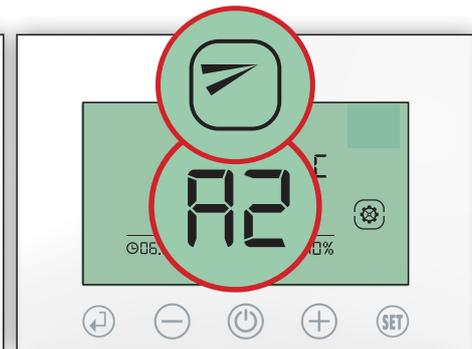

Fig.89
2.2 **A2:** Premere (+) per impostare l'apertura alla posizione A2 (66%), apparirà l'icona (↗) premere (↵) per confermare e uscire dalle impostazioni. (Fig. 89)